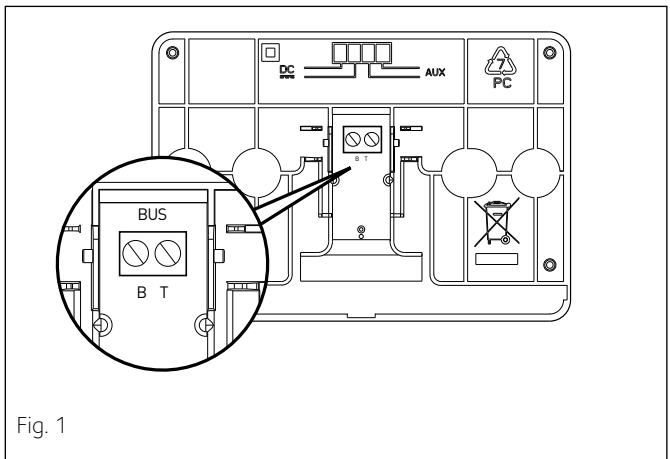

Fig. 1
- collegare la coppia di fili al connettore (fig.1),